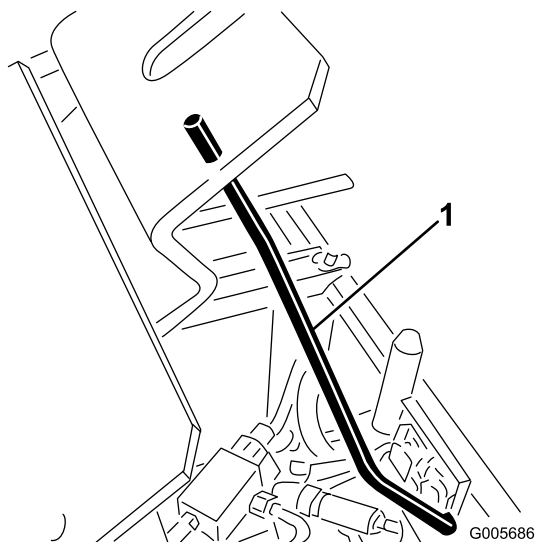

Figura 10
4. Levante o banco com a barra de apoio do banco (Figura 10).
6. Levante o banco com a barra de apoio do banco (Figura 10).